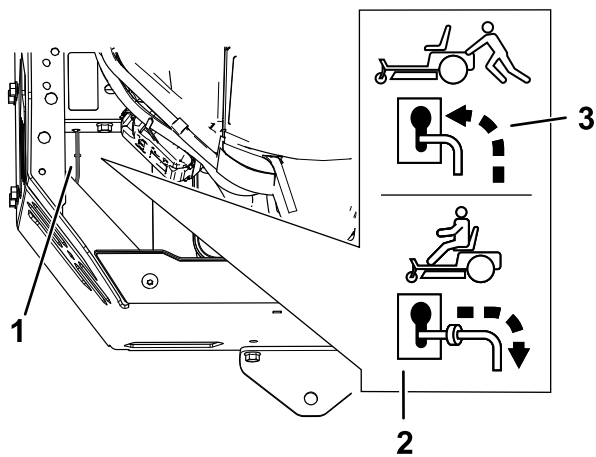

Рисунок 38
4. Вытяните рычаги перепуска вперед через отверстия с пазами и опустите вниз, чтобы зафиксировать их на месте (Рисунок 38).